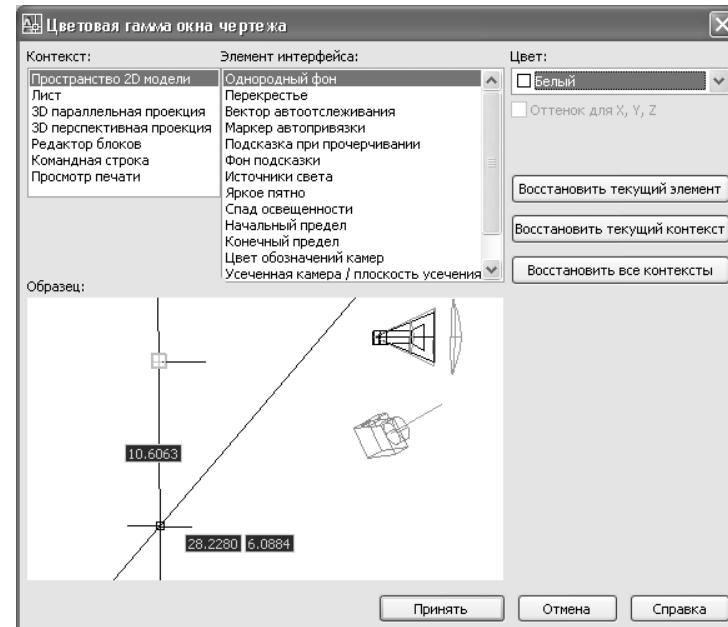

Рис. 1.6 ▼ Диалоговое окно Цветовая гамма окна чертежа (Drawing Window Colors)
- Теперь щелкните на кнопке **Цвета** (Colors), расположенной в нижней части группы **Элементы окна** (Window Elements). В открывшемся диалоговом окне **Цветовая гамма окна чертежа** (Drawing Window Colors) выберите в списке **Контекст** (Context) элемент **Пространство 2D модели** (2D model space), а в списке **Элемент интерфейса** (Interface Element) – элемент **Однородный фон** (Uniform background). Затем раскройте список **Цвет** (Color) и выберите из него цвет **Белый** (White). Область просмотра **Образец** (Preview) окна **Цветовая гамма окна чертежа** (Drawing Window Colors) примет вид, показанный на рис. 1.6.